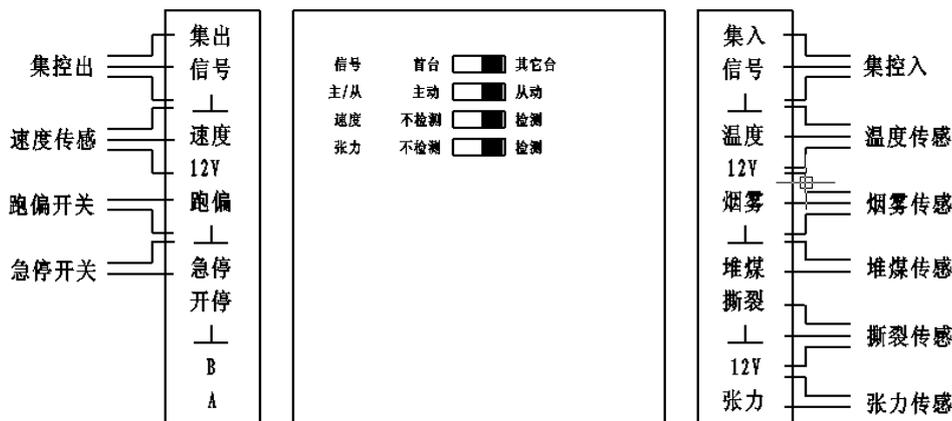

图 7-3 本安腔传感器接线
7.2 本安腔接线如图 7-3。信号首台或单台设置、主/从设置、速度监测与不检测设置在主板上可通过波段开关设置。